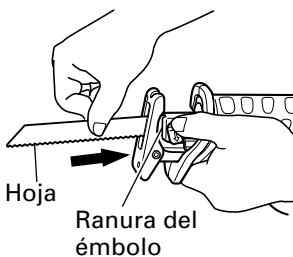
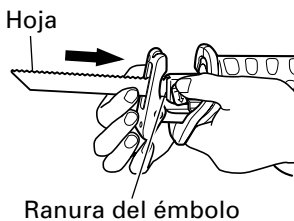

Fig. 4
Fig. 5
- (3) Inserte completamente la hoja de sierra en la hendidura pequeña de la punta del émbolo mediante el empuje de la palanca. Esta hoja puede montarse tanto en dirección ascendente como descendente. (Fig. 4, Fig. 5)